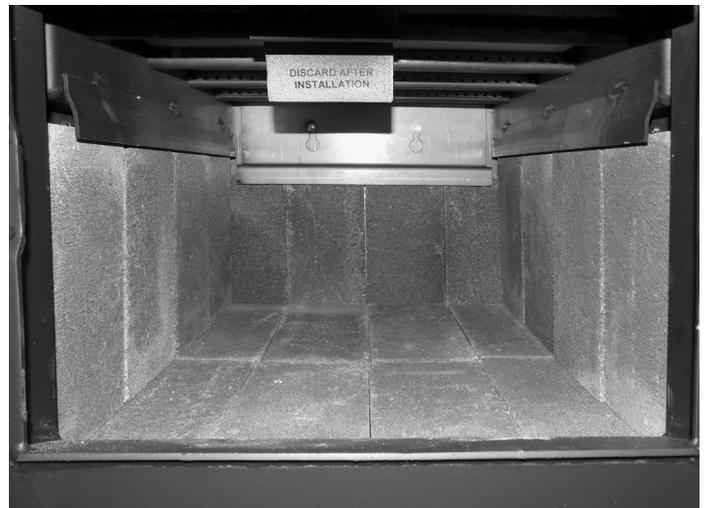

Figure 19: .
3. Poser les briques du plancher comme illustré à la Figure 19.